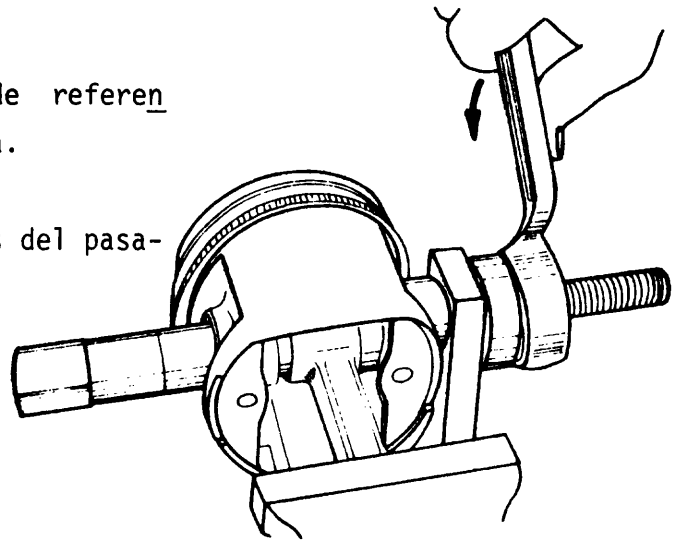

Fig. 1
- c Instale el pasador, girando lenta y progresivamente el montador de pasadores (fig. 1), hasta dejarlo en su centro.